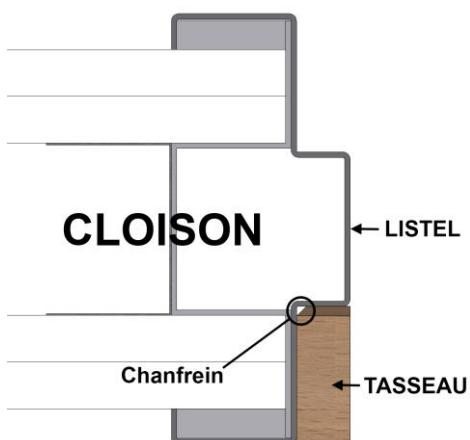

Figure 1
- **Tasseau dans feuillure/contre feuillure :** Retirer le film adhésif du double-face et positionner le tasseau d'habillage de manière à avoir le chanfrein en fond de feuillure (voir figure 1 à la page 9).
- Tasseau dans feuillure/contre feuillure :** Retirer le film adhésif du double face et insérer le tasseau d'habillage entre les deux autres tasseaux déjà en place sur les montants, côté double face contre le listel de la traverse de l'huisserie existante (voir **figure 1** à la page 9).
*(voir Figures 1,2 & 3 à la page 9)